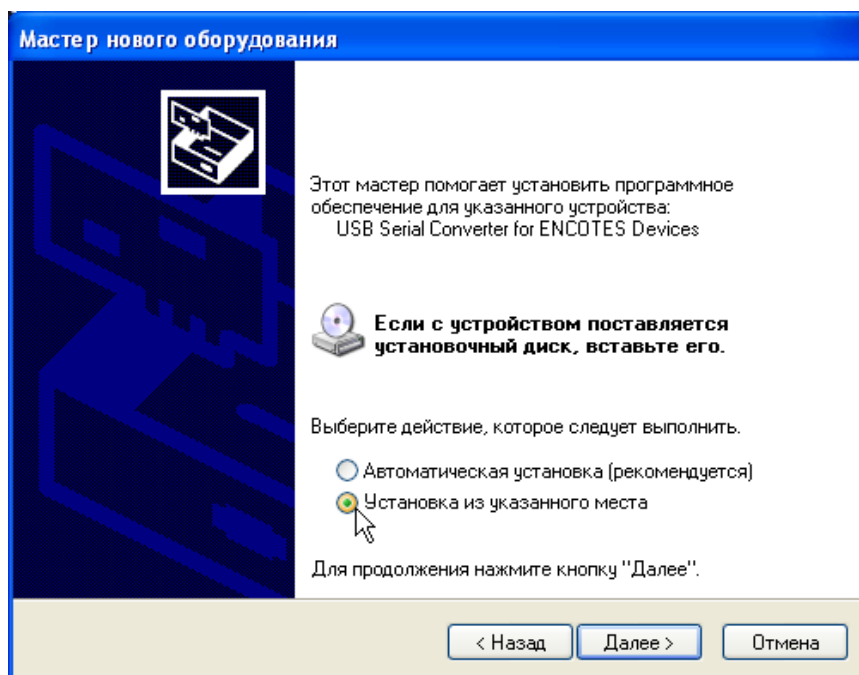

Рис.2. Выбор способа установки драйвера.
2.4. Выбрать действие «Нет, не в этот раз» и нажать кнопку **"Далее"**. В появившемся окне (см. рис.2) выбрать действие «Установка с указанного места».